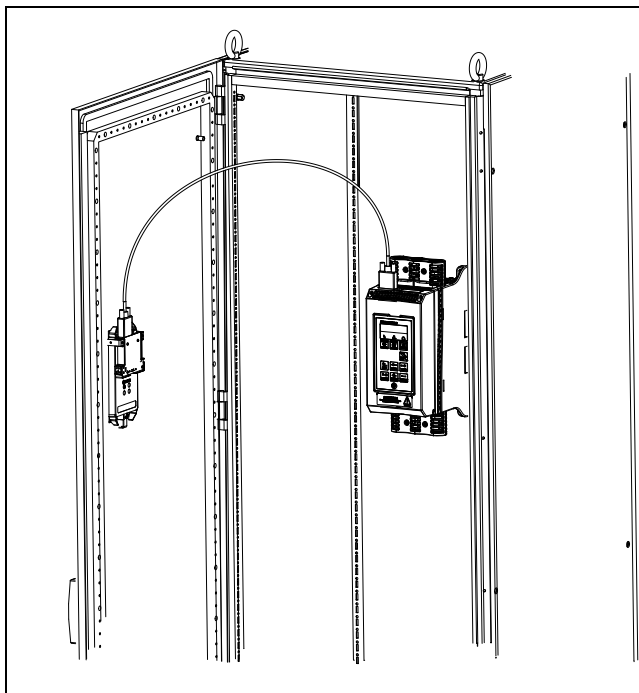
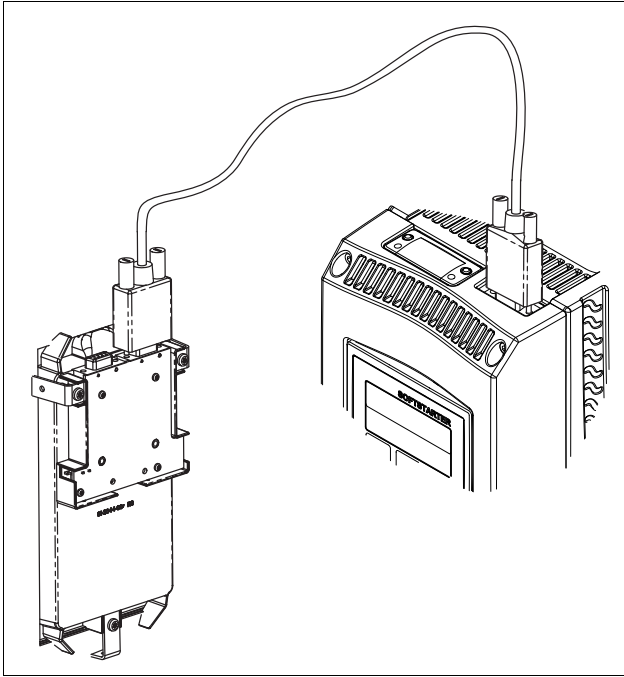

Fig. 2 External control panel mounted in a cabinet door
Fig. 4 RS232 cable connected between Emotron TSA and the external control panel.
4. Connect the RS232 cable, between RS232 connector in the top of the softstarter and the back plane of the mounting frame in the cabinet door according to Fig. 2 and Fig. 4.
4. Anslut RS232 kabeln mellan RS232 kontakten på mjukstartarens ovansida och baksidan av monteringsramen i skåpsdörren enligt Fig. 2, sidan 4 och Fig. 4, sidan 6.
4. Schließen Sie das RS232-Kabel zwischen dem RS232-Anschluss oben im Softstarter und der Rückseite der Bedieneinheit in der Schaltschranktür entsprechend an Fig. 2, Seite 4 und Fig. 4, Seite 6 an.
4. Sluit de RS232-kabel aan tussen de RS232-connector in de bovenzijde van de Softstarter en de achterzijde van het bedienpaneel op de kastdeur, zie Fig. 2, pagina 4 en Fig. 4, pagina 6.
4. Conecte el cable RS232 entre el conector RS232 del la parte superior del arrancador progresivo y el reverso del panel de control en la puerta del armario según la Fig. 2, página 4 y Fig. 4, página 6.
4. Connecter le câble RS232 entre le connecteur RS232 en haut du démarreur progressif et l'arrière du panneau de commande dans la porte de l'armoire, conformément à la Fig. 2, page 4 et Fig. 4, page 6.
4. Collegare il cavo RS232 tra il connettore RS232 nella parte superiore del soft starter e il lato posteriore del pannello di controllo nel portello del cabinet, come illustrato in Fig. 2, pagina 4 e Fig. 4, pagina 6.